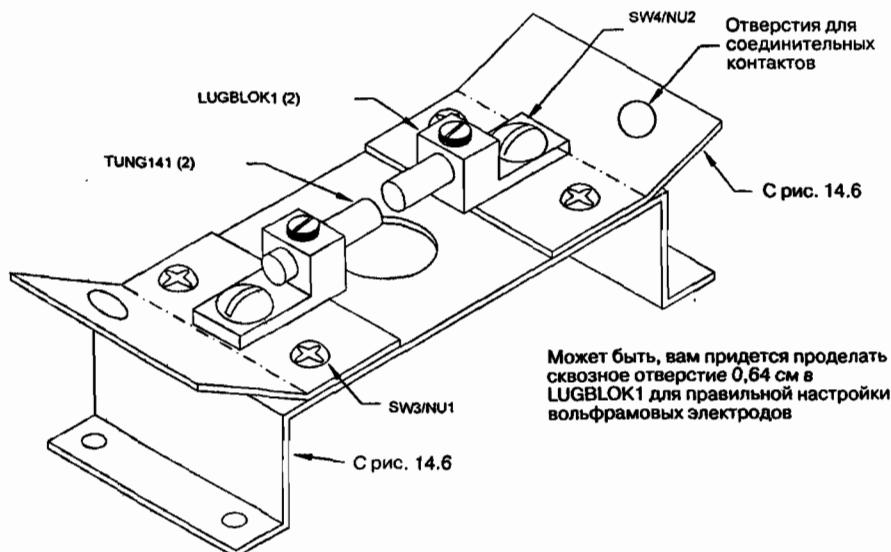

Рис. 14.12. Вид сборки искрового разрядника SGAPASSY в изометрии
10. Соберите субсборку искрового разрядника SGAPASSY, как показано на рис. 14.12.